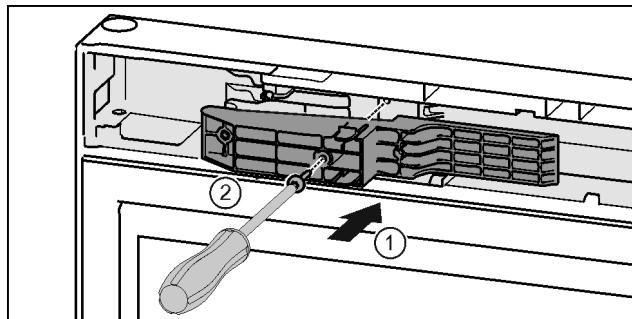

Fig. 48 \*
- ▶ Umetnute adapterski element na strani ručke u otvor. Fig. 48 (1)\*
- ▶ Odvijačem T15 čvrsto pritegnite vijak. Fig. 48 (2)\*